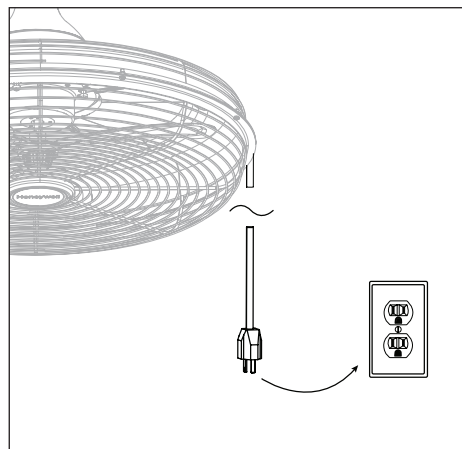

Figure 1.5
5. Branchez le cordon d'alimentation à une prise mise à la terre de 120 V 60 Hz (Figure 1.5).